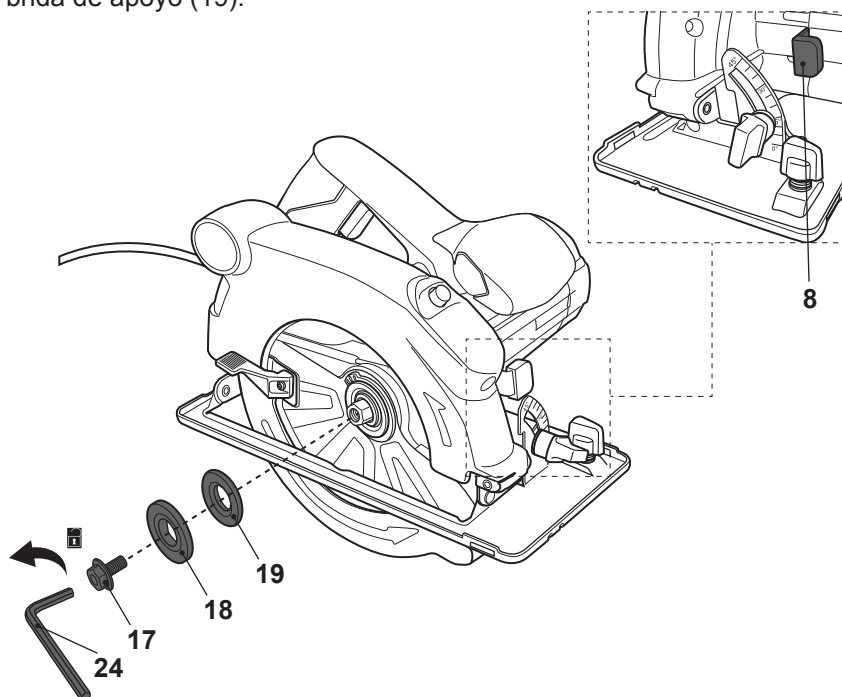

Fig. 1
- > Bloquee el husillo presionando la palanca de bloqueo del husillo (8) y afloje el perno de bloqueo (17) girándolo en sentido antihorario con la llave hexagonal (24) (Fig. 1).
- > Retire el perno de bloqueo (17) y la brida de apriete (18) del husillo. No retire la brida de apoyo (19).